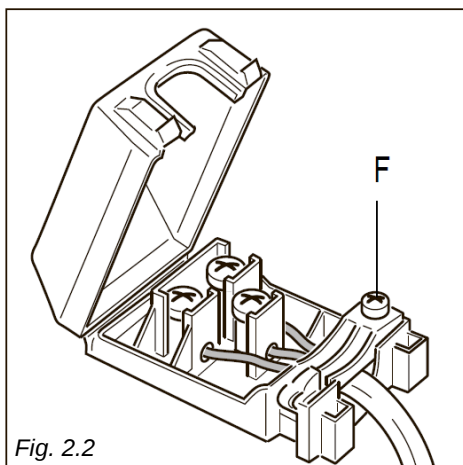

Fig. 2.2
- Deschideți garnitură de etanșare a cablului prin deșurubarea șurubului „F” (fig. 2.2). Deșurubați șuruburile bornelor și scoateți cablul.